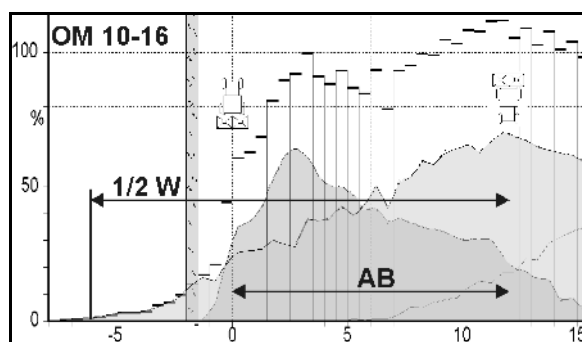

Fig. 83
**OM 10-16** kaster da en betragtelig mængde gødning ud over grænsen, når du kører over det andet kørespor (se Fig. 83).